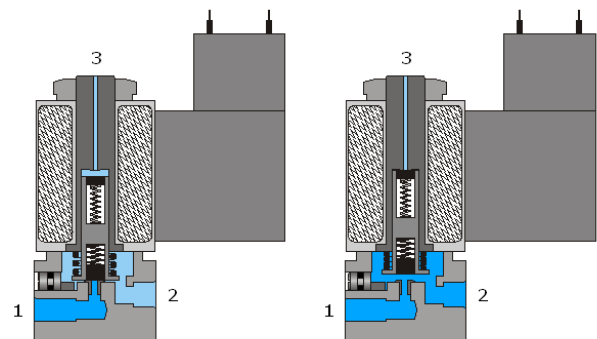

Fig. 5.
Quand on active l'électro-aimant (Fig. 5 droite), le noyau (1) est attiré vers le haut contre la force du ressort de rappel.